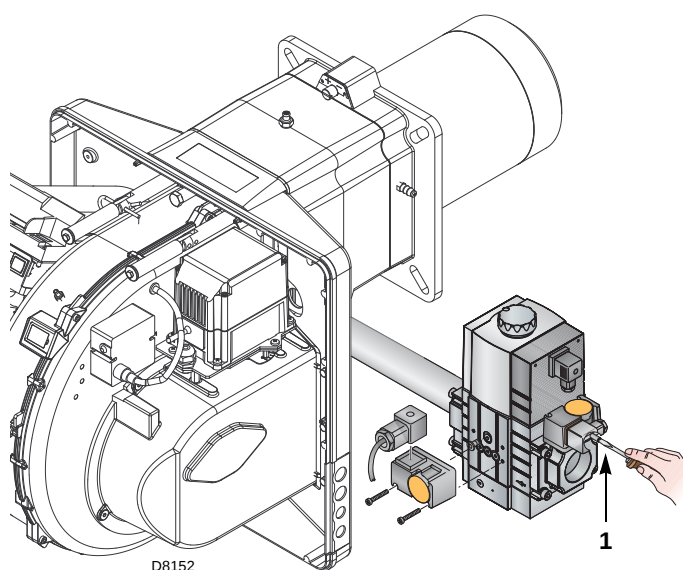

Fig. 28
- Controllare la pressione di alimentazione del gas collegando un manometro sulla presa di pressione 1)(Fig. 28) del pressostato gas di minima: deve essere inferiore alla pressione massima consentita della rampa gas, riportata nella targhetta delle caratteristiche.